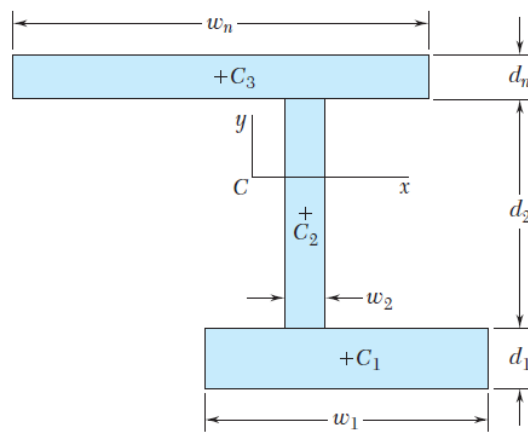

Figura 1
1. Seja uma seção composta por retângulos tal como indicado na Figura 1.